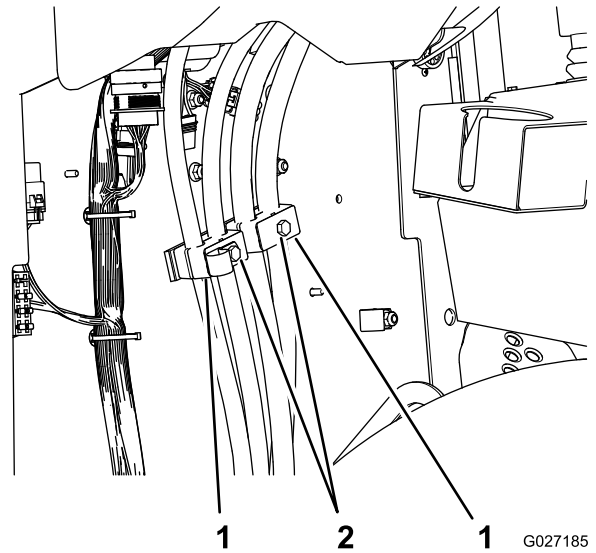

Figura 3
2. Afloje los 2 pernos (5/16" x 1 3/4") y las 4 abrazaderas que sujetan las mangueras de la válvula de dirección a la consola (Figura 3).